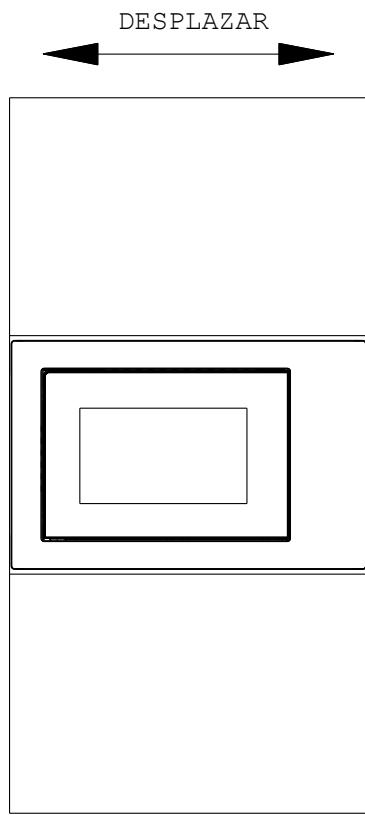

Fig. 3
- c) Mueva el producto en paralelo en el mueble de cocina según la dirección de la flecha de la figura, y manténgalo centrado. (Fig. 3)